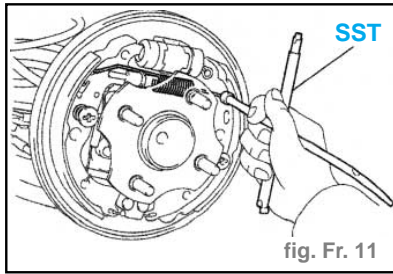

fig. Fr. 11
- À l'aide du SST, déposer le ressort du dispositif de rattrapage de la mâchoire arrière. (fig. Fr. 11) (REF SST 097703-30010)